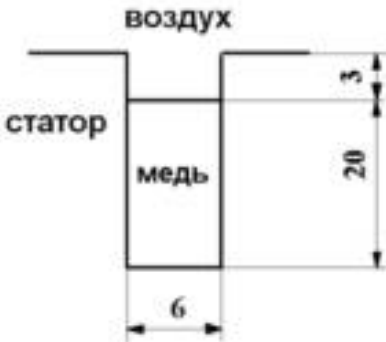

Рис. 2.1
2. Прочтите условия задачи. Дано: Проводник в пазу электрической машины Рис.2.1.
3. После описания задачи необходимо начертить модель по размерам данным на Рис. 2.1 на поле. По аналогии с предыдущей лабораторной работой должна получиться модель представленная на Рис 2.2а. с сеткой конечных элементов Рис. 2.2б.